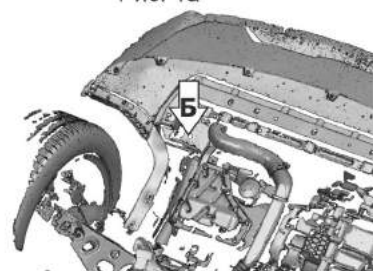

Рис. 16
2. Установить гайки закладные М8 с усиками в отверстия лонжеронов в позициях (А), (Б). Вкрутить болты М8х25 с шайбами 8 на 2-3 оборота в гайки закладные (рис. 1а, рис. 16)
3. Завести кронштейны 1,2 пазами на вкрученные болты в позициях (А), (Б) соответственно. Померить расстояние между кронштейнами, оно должно равняться 670 мм. Затянуть болты в позициях (А), (Б) (рис. 1а, рис.16).